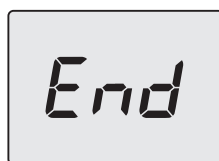

Figura 6.13
- Al termine della procedura il display visualizzerà quanto segue (Figura 6.13).